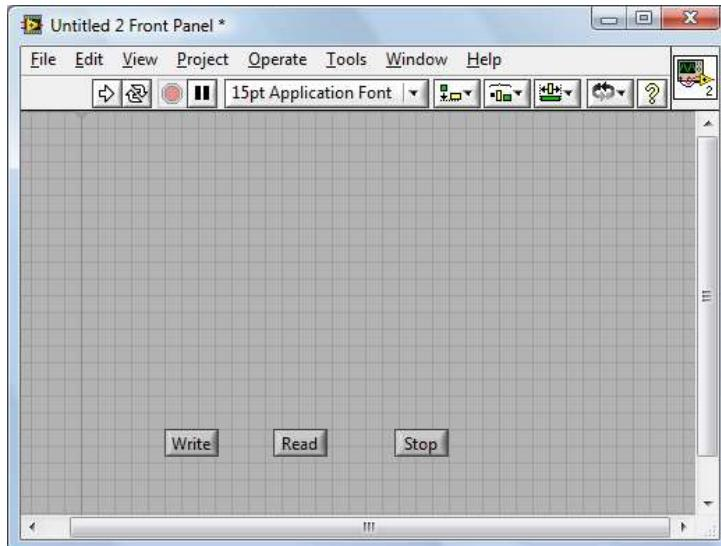

图 4-3-2
2. 从前面板选择 Controls>>Modern>>Boolean>> OK Button 放置 3 个按键分别定义为 Write, Read 和 Stop。如图 4-3-2 所示。